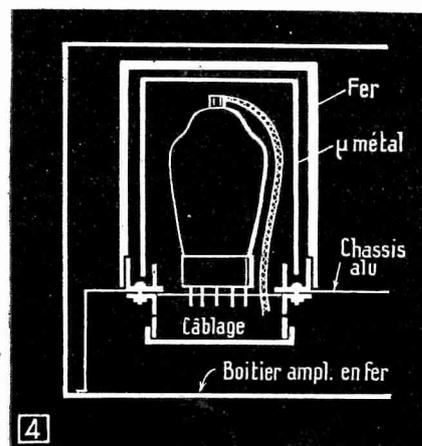

Fig. 4. — La lampe d'entrée doit être très sérieusement blindée.
(1) Les blindages en μ -métal sont fabriqués en France par la Sté Commeny-Fourchambault & Decazeville, 84, rue de Lille, Paris (7^e).
μ -métal (1) (fig. 4). Un blindage en μ -métal seul, même épais ne serait pas suffisant, car il se sature trop facilement.